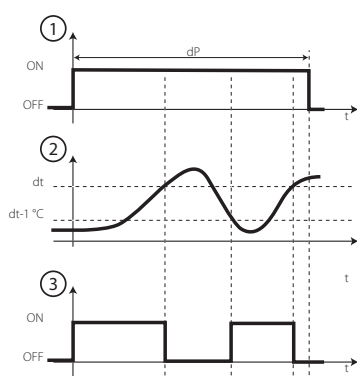

Рис. 4.g
- по времени с контролем температуры (только с нагревателями); в течение заданного времени: сигнал запроса размораживания выдается только когда температура опускается ниже предельной температуры завершения цикла размораживания, что гарантирует экономию электроэнергии и эффективное размораживание испарителя даже в более сложных условиях (см. Рис. 4.g).